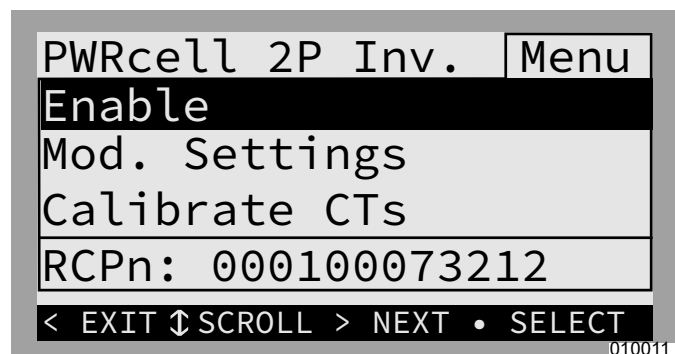

Figura 7-8. Activación del inversor (2 de 3)
8. Consulte la Figura 7-8. Presione el botón central para acceder al menú principal de dispositivo del inversor.